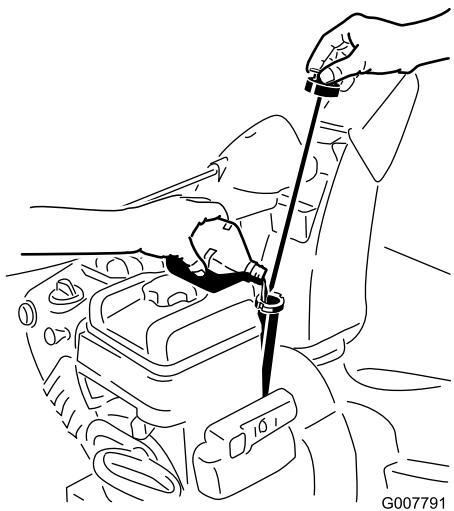

Figure 43
- Sortez de nouveau la jauge et contrôlez le niveau d'huile (Figure 43). Faites l'appoint si le niveau est en dessous du repère "Add" sur la jauge (voir Plein d'huile du carter moteur).